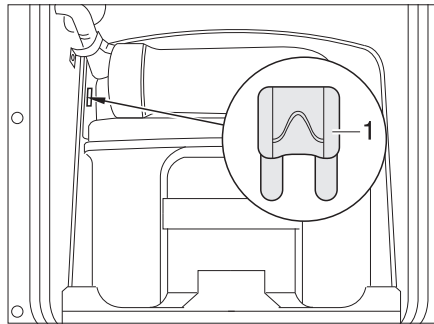
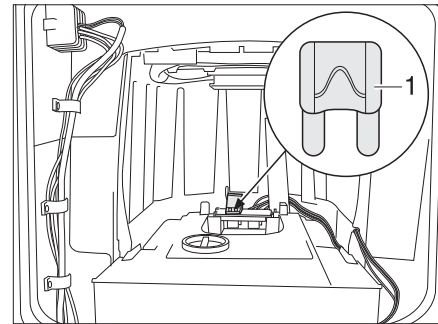

Bild 200 Sicherung der Thetford-Toilette
Bild 201 Sicherung der Thetford-Toilette (Alternative)
- Die Sicherung (Bild 200,1 bzw. Bild 201,1) wechseln.